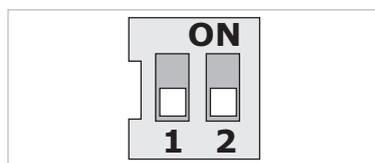

Fig. 23 : Interrupteurs DIP
Les interrupteurs DIP (fig. 9 pos. 6/fig. 23) se trouvent sous le capot du boîtier.